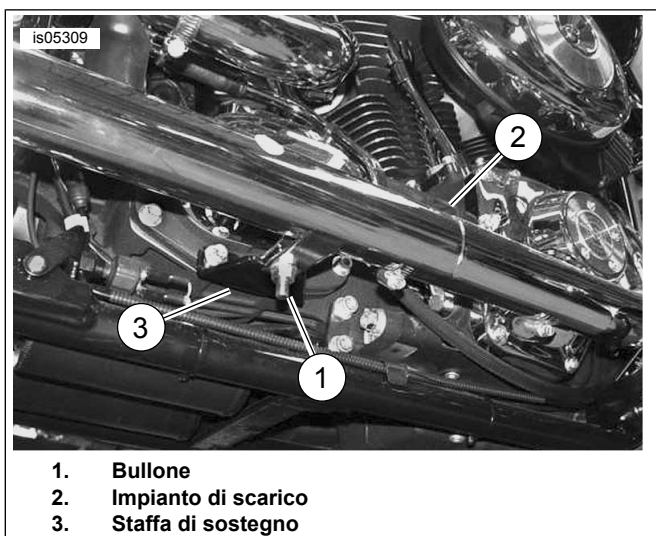

Figura 3. Staffa di sostegno dell'impianto di scarico (mostrati i modelli 2005)
3. Vedere Figura 3. Rimuovere il bullone (1) che collega l'impianto di scarico (2) alla staffa di sostegno (3).
- c. Vedere Figura 3. Installare in modo lasco il bullone che fissa l'impianto di scarico (2) alla staffa di sostegno (3).